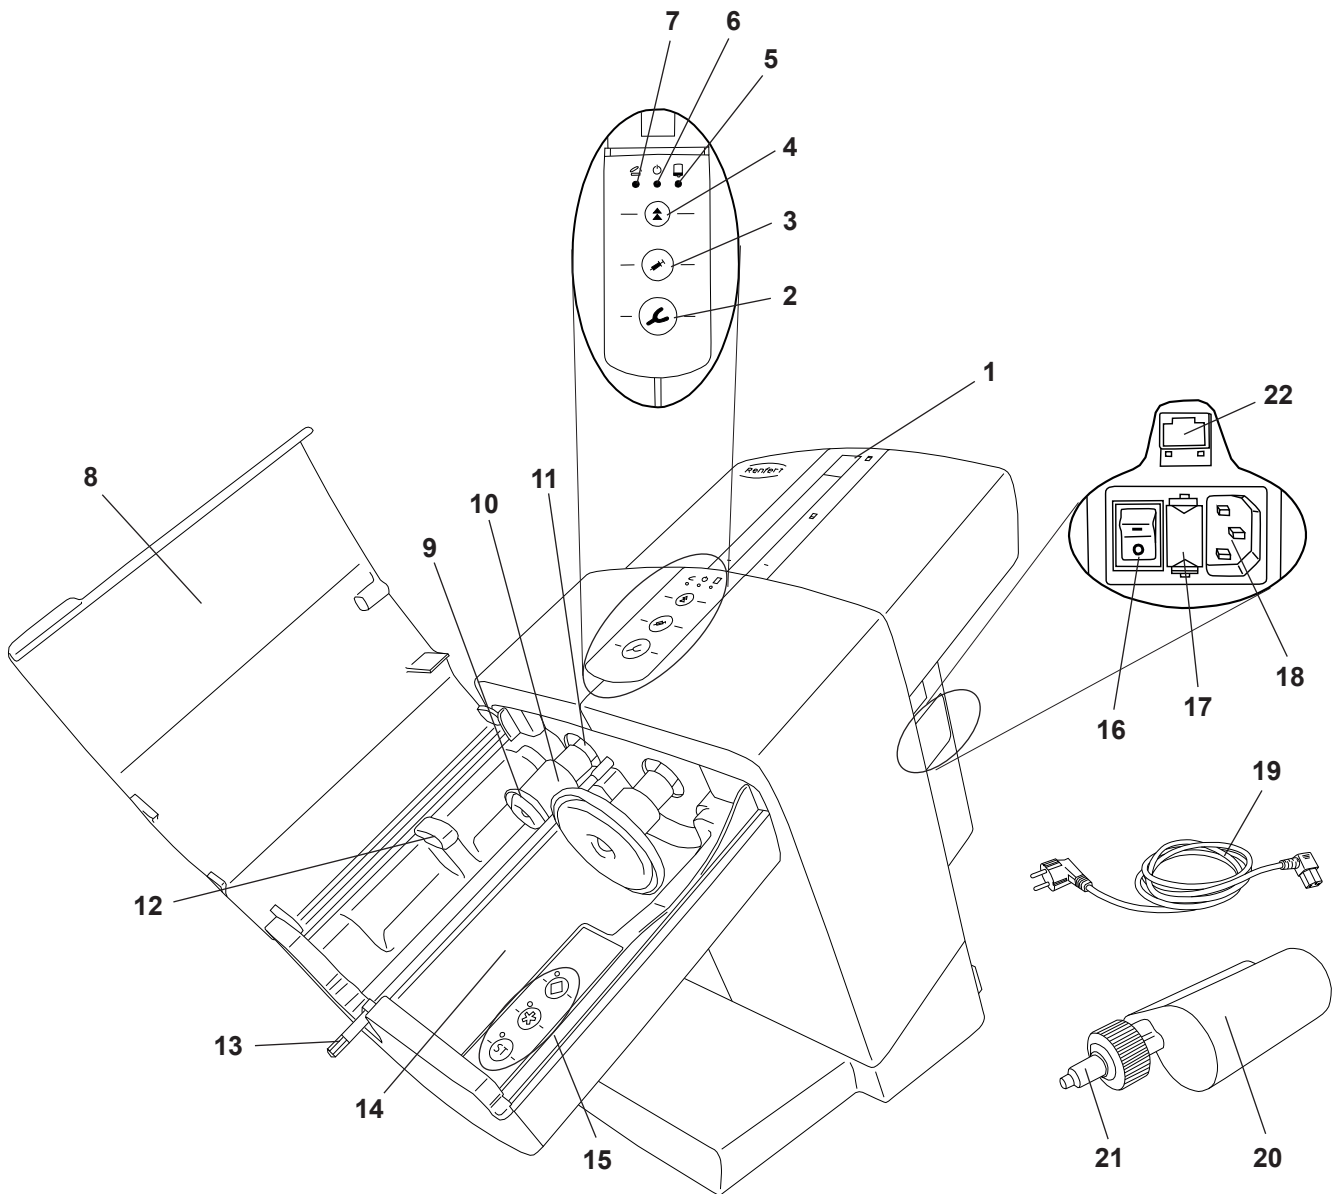

Fig. 1
- ⇒ Brancher le câble secteur livré (19, Fig. 1) dans le port d'alimentation électrique (18).
- ⇒ Allumer l'appareil en appuyant sur l'interrupteur d'alimentation (16).
- ⇒ Fermer le clapet de l'appareil (8, Fig. 1).
- ⇒ Appuyer sur la touche de retour en arrière (4).
- ◆ Les plateaux de pression (9, Fig. 1) retournent en position initiale et s'arrêtent.
- ⇒ Retirer la sécurité de transport (23).
L'insertion ainsi que le remplacement d'une cartouche ne peut se faire que si les plateaux de pression (9, Fig. 1) se trouvent en position initiale.
⇒ Fermer le clapet de l'appareil (8, Fig. 1).
⇒ Ouvrir le clapet de l'appareil (8, Fig. 1).
⇒ Le clapet de l'appareil ne peut être fermé que si la cartouche est correctement insérée. Tant que le clapet de l'appareil n'est pas fermé correctement, la DEL rouge « Clapet de l'appareil ouvert » reste allumée (7, Fig. 1).
- porte-empreinte (2), vitesse d'extrusion élevée ou
- distributeur (3), faible vitesse d'extrusion.
- ♦ La tige de mélange est actionnée afin de permettre à l'extrémité hexagonale (13, Fig. 1) de s'enclencher automatiquement dans l'embout mélangeur (21, Fig. 1).